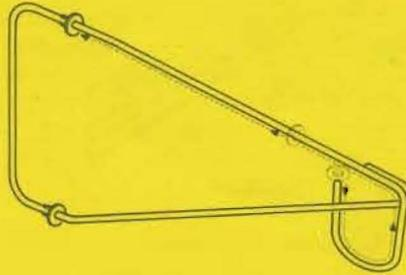
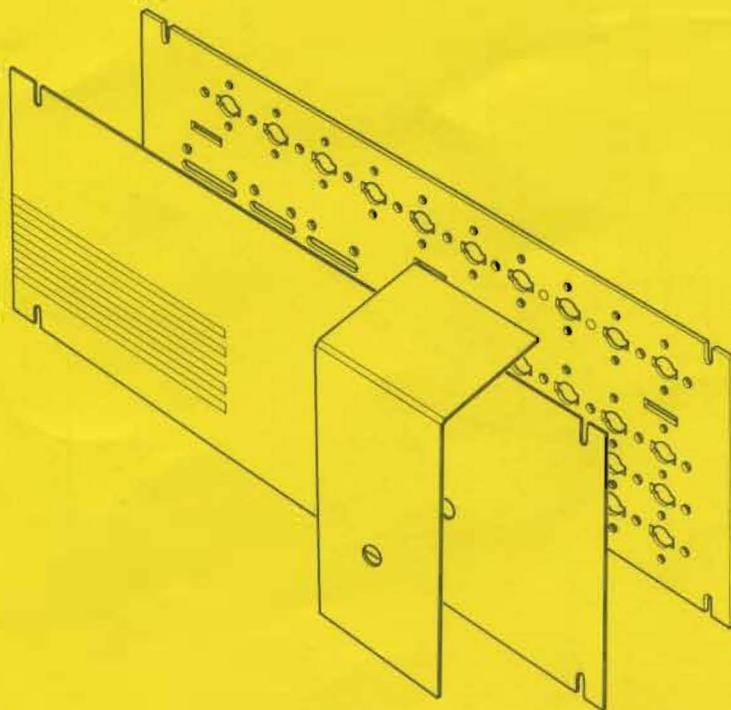

Fig. 2
Fig. 3
nervature (fig. 2). Sistemate il cartone decorativo (con Philips a destra) sulla piastra frontale, con i fori al disotto, in modo che i fori corrispondano a quelli della piastra frontale (fig. 3). Sistemate poi i supporti (3), con le rondelle nelle quattro tacche che si trovano vicino agli angoli della piastra frontale (fig. 4).